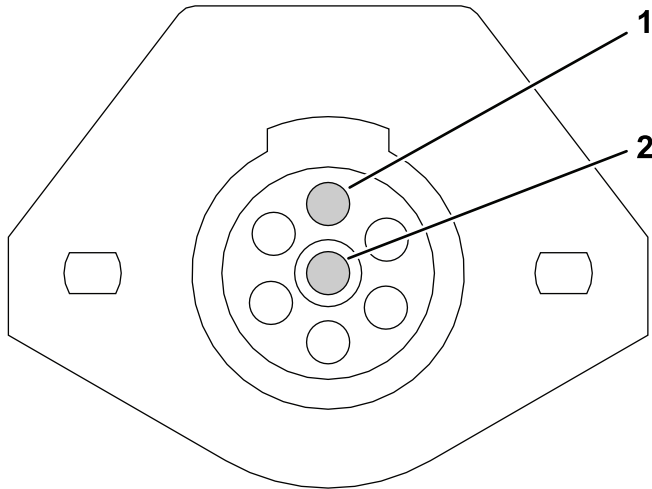

图17
3. 拧松 1 号插针和 7 号插针端子内的螺丝 图17。
5. 分别将黑色接线和白色接线安装到 1 号插针和 7 号插针端子 图17。